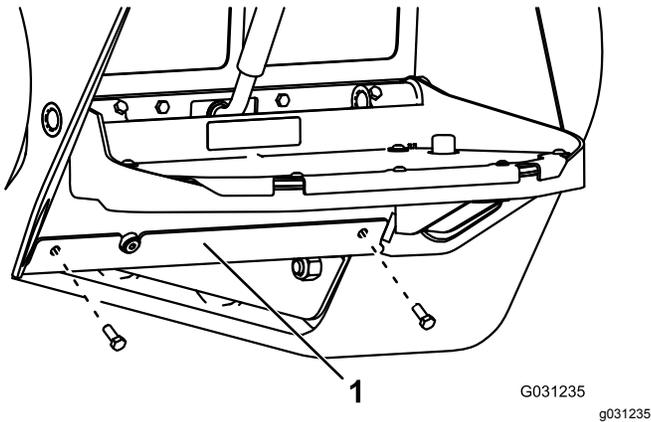

Bild 64
3. Entfernen Sie die zwei Schrauben, mit denen die untere Platte befestigt ist und entfernen Sie die untere Platte (Bild 64).
7. Montieren Sie die untere Platte (Bild 64).